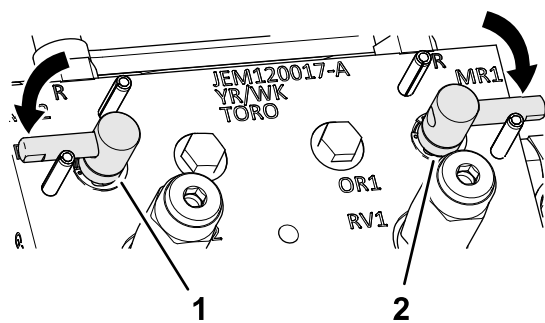

Figura 148
3. Mova as alavancas de retificação para a posição F (corte) (Figura 148).